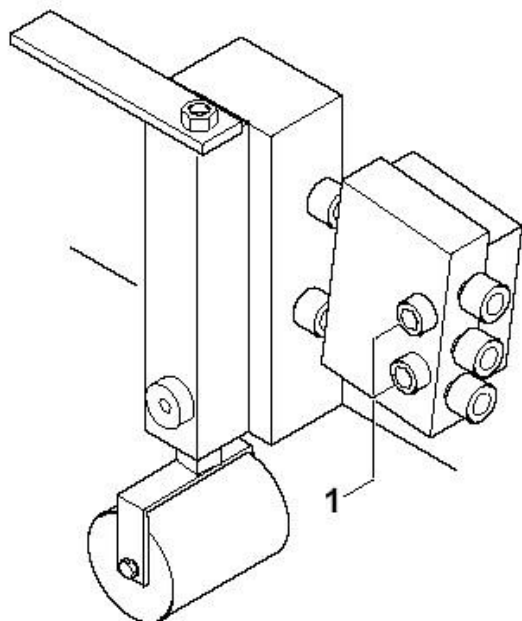

Fig. 50
3. Enlever la valve de son support (Fig. 50/1) et la remplacer.